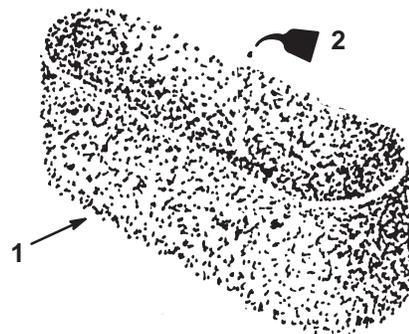

Figure 24
- C. Imbibez l'élément de 30 à 60 ml d'huile (Fig. 24). Pressez l'élément pour bien répartir l'huile.